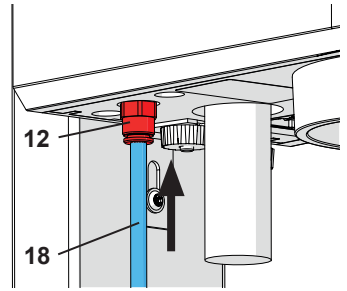

Abb. 5-a
Bei früheren Geräten ist der EingangsfILTER (13) außerhalb des Geräts angeordnet (Abb. 5-b). In diesen Fällen den Druckluftschlauch (18) in den in EingangsfILTER (13) einschieben. Dabei ist ein leichter Widerstand spürbar zu überwinden. **Gerät NIE ohne den EingangsfILTER verwenden!**